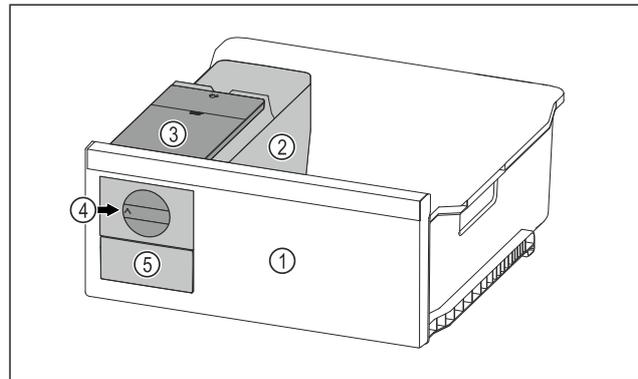

Fig. 143 Beispielhafte Darstellung
- ▶ Drehknopf Fig. 143 (4) im Uhrzeigersinn bis zum Anschlag drehen.
- ▶ Eiswürfel fallen aus der Eiswürfelschale in das Eiswürfelschubfach Fig. 143 (5).